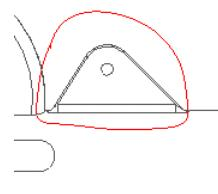

图 10.4.33 放大图的轮廓线
Step3. 绘制放大视图的轮廓线。在系统 **单击鼠标，不相交其它样条，来定义一轮廓线。** 的提示下，绘制图 10.4.33 所示的样条线以定义放大视图的轮廓，当绘制到封合时，单击鼠标中键结束绘制（在绘制边界线前，不要选择样条线的绘制命令，而是直接单击进行绘制）。